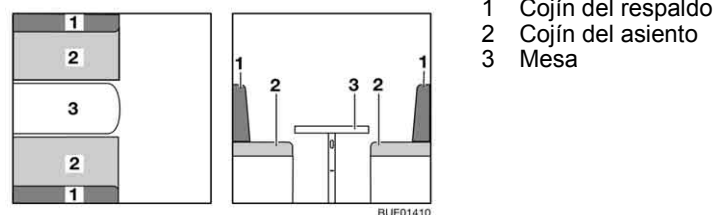

Fig. 113 Antes de la transformación
- Transformar la mesa (Fig. 113,3) en base de cama (véase apartado 6.12).
- Quitar los cojines del respaldo (Fig. 113,1) y depositar uno de los mismos en la mesa.